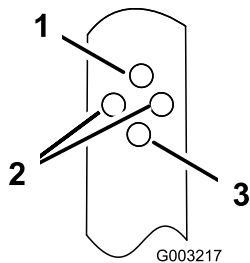

Figure 14
2. Insérez le boulon dans le trou de chaque support de sorte à régler le guidon à la hauteur voulue (Figure 14).